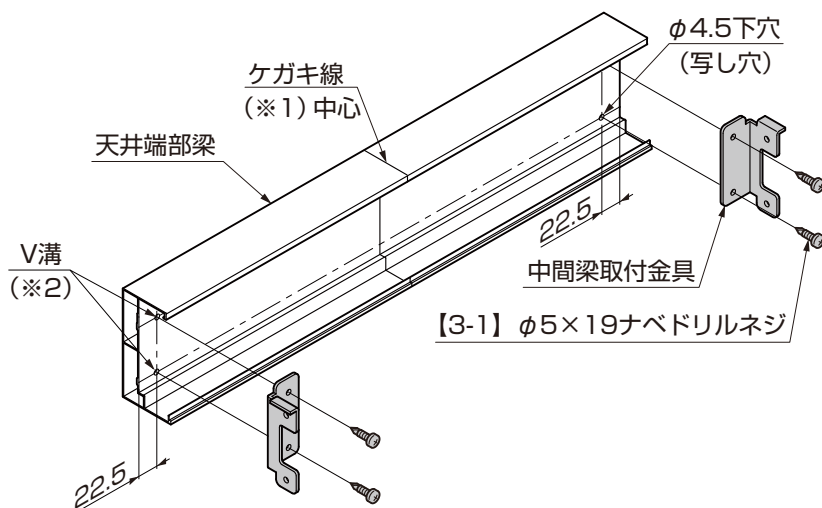

図5-10 中間梁取付金具取付け位置（スタイルコートの場合）
- ③中間梁取付金具を、天井端部梁に【3-1】で取付けてください。（図5-10、図5-11参照）